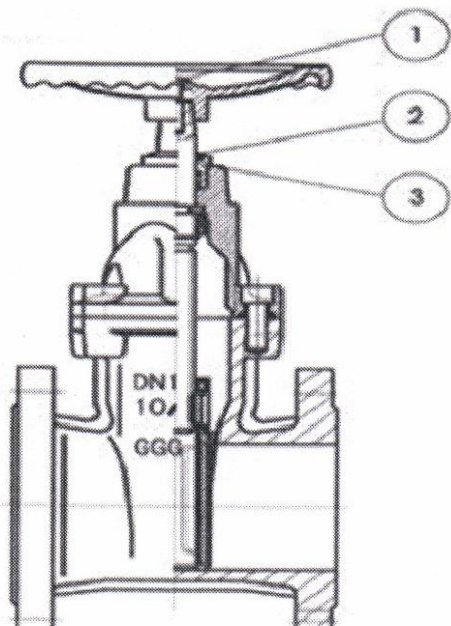

Рисунок 2
2. Снять штурвал/редуктор. Предварительно выкрутив болт (1 Рис. 2)
3. Снять капюшон (2 Рис. 2)
4. Снять втулку (3 Рис. 2)